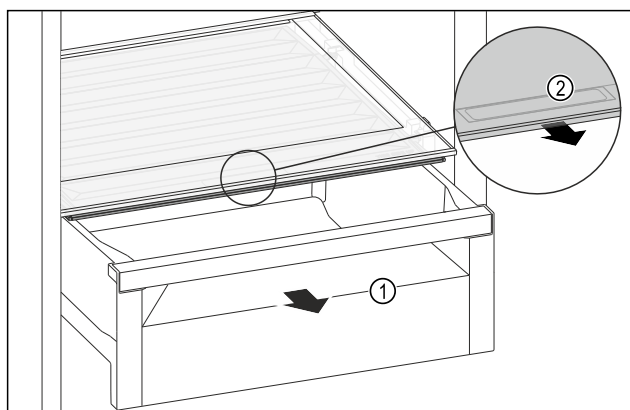

Fig. 150
- ▶ Izvucite ladicu Fig. 150 (1).
- ▶ Primite ručku Fig. 150 (2) na poklopcu pretinca i istodobno povucite poklopac pretinca prema naprijed.